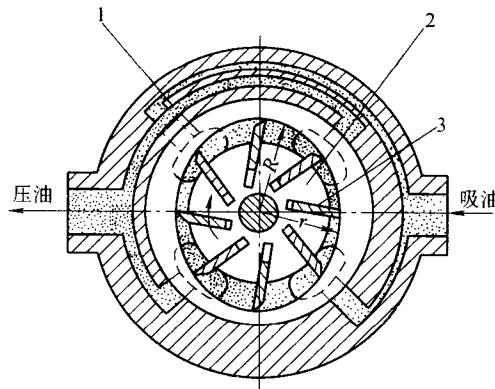

图 1-1-5 双作用式叶片泵工作原理图
(2) 双作用式叶片泵 图1-1-5所示为双作用式叶片泵的工作原理图，也是由泵体、转子、定子、叶片、配油盘（端盖）等组成的。双作用式叶片泵的吸油和压油工作原理与单作用式叶片泵相同，只是转子每回转1周时，每个密封容积完成两次吸油和压油，所以称为双作用式叶片泵的。同样由于这种泵有两个对称设置的吸油区和压油区，作用在转子上的液压力互相平衡，因此又称为卸荷式叶片泵，这样可以提高工作压力。由于转子与定子同轴，所以这种泵不能改变输出流量，只能作定量泵用。
(3) 叶片泵的应用 叶片泵一般用于中压(6.3MPa)液压系统中，主要用于机床控制，特别是双作用式叶片泵因流量脉动变化很小，因此在精密机床中得到了广泛使用。